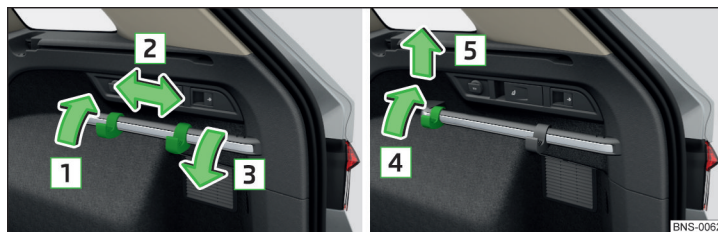

Fig. 146 Deslizar el gancho sobre el listón de fijación / retirar el gancho
- » Plegar el gancho en la dirección de la flecha **1** hacia arriba y moverlo en la posición deseada en el sentido de la flecha **2** » fig. 146.
- Plegar el gancho en el sentido de la flecha **4** hacia arriba hasta que se suelte y retirarlo en el sentido de la flecha **5** » fig. 146.
- Coloque el gancho en el listón de fijación en el sentido contrario al de la flecha **5** y presiónelo ligeramente » fig. 146.